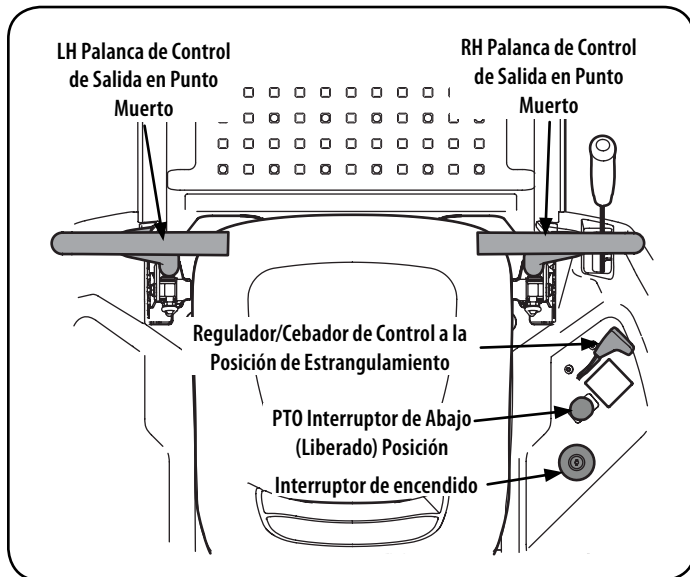

Figura 8
- Asegúrese de que el interruptor PTO esté en la posición desenganchada (abajo). Consulte la Figura 8.